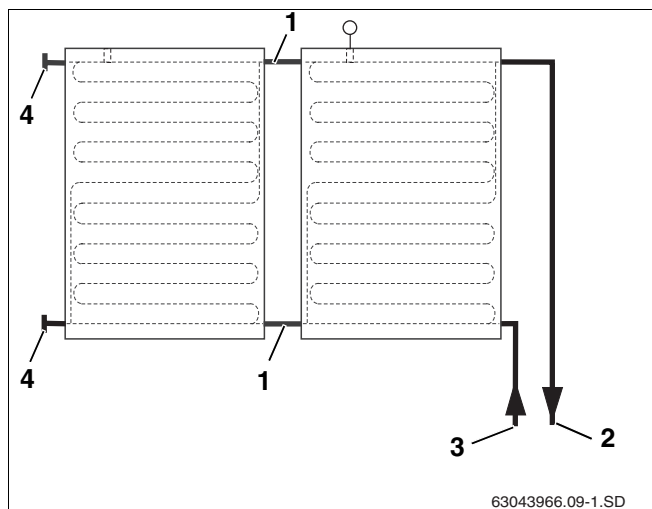
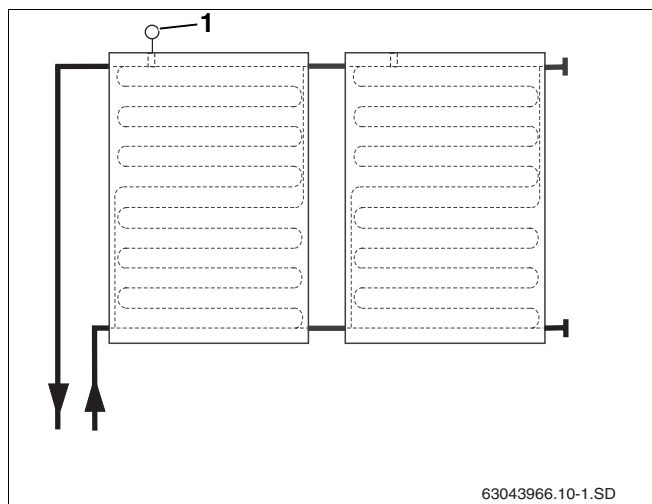

Fig. 39 Ligação hidráulica à direita, até um máximo de 5 colectores
Fig. 40 Ligação hidr. à esquerda, até um máximo de 5 colectores
Os colectores devem ser montados de forma a que as passagens do sensor para a recepção do sensor do colector (fig. 40, **item 1**) se encontrem em cima.
Os tubos de ligação hidráulica podem ser ligados à direita (fig. 39) ou à esquerda (fig. 40). Nestas instruções, os tubos de ligação estão representados do lado direito.
Pode efectuar a ligação unilateral até uma dimensão de campo de colectores com um máximo de 5 colectores (fig. 39 e fig. 40).